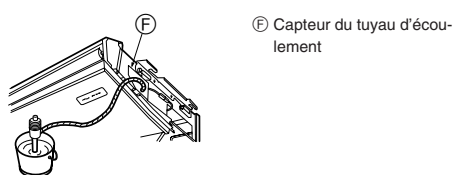

Fig. 5-3
1. Relier la douille ⑤ fournie avec l'appareil à l'orifice d'évacuation de l'appareil avec un adhésif de chlorure de vinyle.
2. Attacher la gaine ⑥ (fournie avec l'appareil) au tuyau d'évacuation ⑤.
3. Relier le tuyau d'évacuation (VP-20) à la douille ⑤ avec un adhésif de chlorure de vinyle.
4. Envelopper la gaine ⑦ (fournie avec l'appareil) autour du tuyau d'évacuation. (Bandage de soudure)
5. Vérifier que le système d'évacuation est correct. (Fig. 5-3)